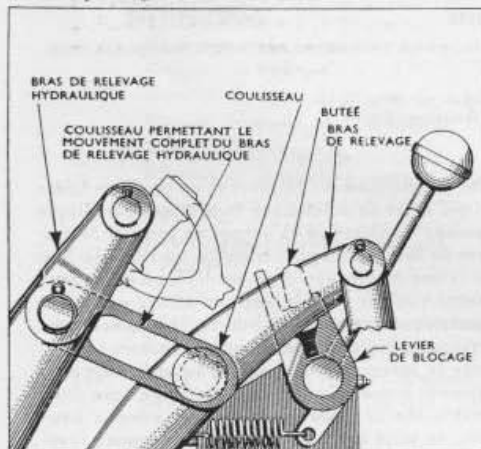
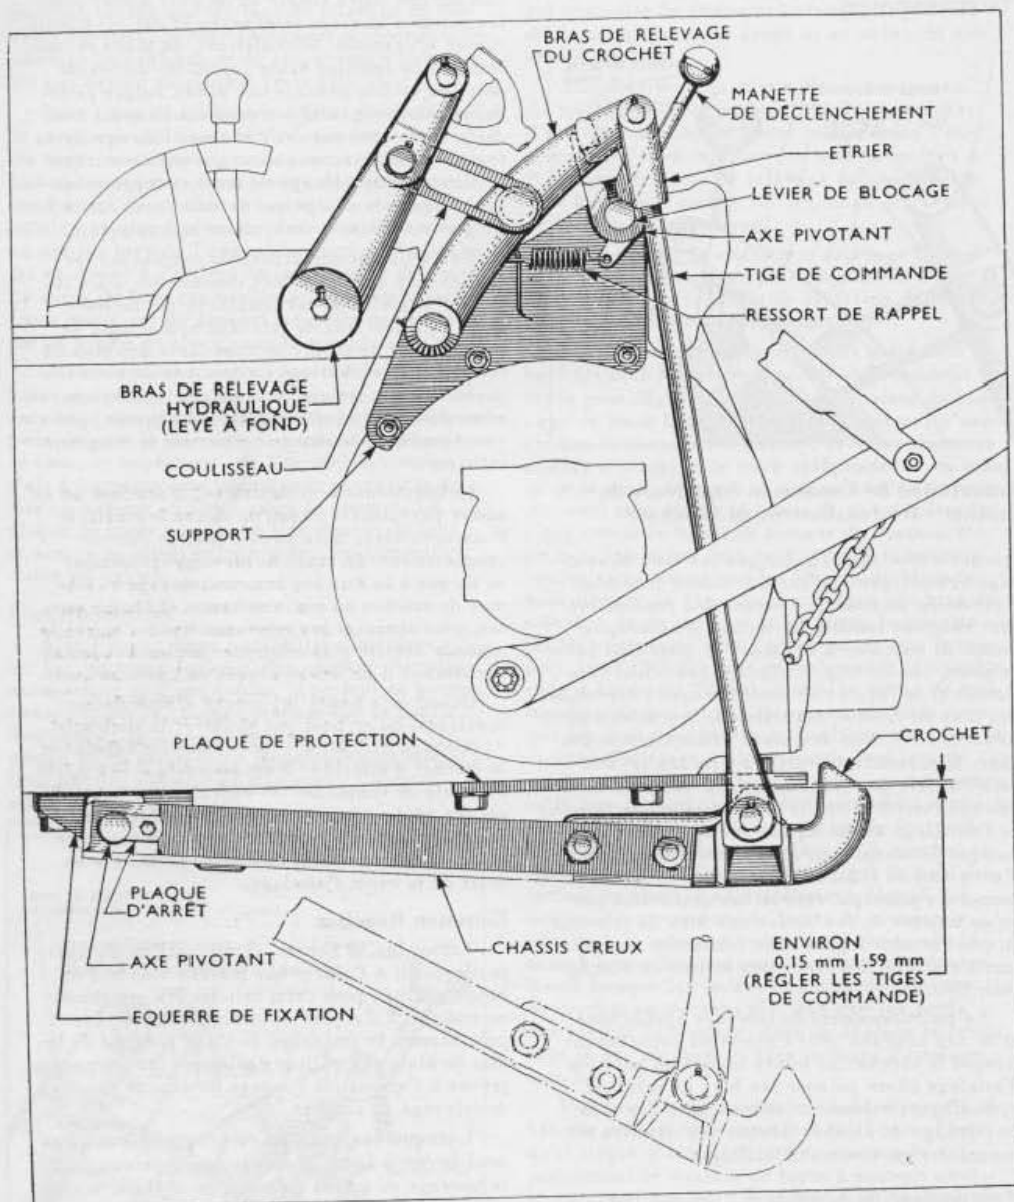

Fig. 2
Fig. 4
placent les bras de relevage hydraulique standards équipant les autres tracteurs. L'articulation par coulisseaux sur les bras de relevage du crochet permettent le fonctionnement indépendant du relevage hydraulique et de ses annexes lorsqu'on n'a pas besoin du crochet (voir FIG. 2).
crochet d'attelage. Tandis que les bras du relevage hydraulique tendent à atteindre leur point d'élévation maxima, les butées des bras du crochet viennent toucher les leviers de blocage; lorsqu'on continue à actionner le dispositif passé ce point, les leviers de blocage basculent vers l'avant et le ressort se tend. Lorsque l'élévation des bras du crochet est telle que les butées se trouvent au-dessus des bords des leviers de blocage, le ressort a tendance à tirer les leviers vers l'arrière pour les ramener en position de blocage (voir FIG. 4). Il est conseillé que le poids de l'outillage attelé repose sur un dispositif mécanique plutôt que sur le système hydraulique; c'est pourquoi il faut alors ramener le levier de commande principal vers le bas du secteur jusqu'au moment où les butées des bras de relevage du crochet sont logées dans les fentes que portent à cet effet les faces des leviers de blocage (voir FIG. 2).
Lorsque les bras de relevage hydraulique sont levés à fond, il doit toujours exister, entre le bossage du milieu du corps de châssis du crochet et le dessous de la plaque de protection, un jeu d'environ 1,59 mm (voir FIG. 4); il est conseillé de vérifier ce jeu lorsque le tracteur a servi pendant une période assez longue. Si ce jeu s'est trouvé supprimé ou s'il est trop important, on doit le rectifier en réglant également les étriers se trouvant sur les tiges de commande du crochet; se rappeler que déplacer les étriers d'un demi-
3. Dévisser, à chacune des brides de la trompette de pont, les trois écrous qu'il faut retirer pour pouvoir monter chacun des deux supports (voir FIG. 4); dévisser alors les goupions correspondants du carter de pont.
12. Enfoncer complètement l'ergot dans le trou prévu dans l'équerre de fixation de telle sorte qu'il fasse saillie sur la face de contact de l'équerre. Positionner l'équerre contre la face inférieure du carter de transmission arrière (voir FIG. 4), en introduisant l'ergot dans le trou prévu à cet effet à l'avant du carter. Aligner les trous de vis de l'équerre et du carter puis fixer l'équerre à l'aide des 4 vis de 41,3 mm équipées de rondelles grower.
13. Fixer la plaque de protection, la face plate tournée vers le bas et la face recourbée tournée vers l'arrière, sous le carter de transmission, derrière l'équerre de fixation, à l'aide de 4 vis avec rondelles grower (voir FIG. 4).
14. Positionner l'ensemble/croc sous le carter de pont, le croc étant tourné vers le haut; placer l'extrémité du châssis sur l'équerre de fixation; fixer à l'aide de l'axe pivotant introduit dans le trou du châssis et de l'équerre de telle sorte que l'extrémité chanfreinée de l'axe fasse saillie sur le côté gauche du châssis. Placer la plaque d'arrêt dans la gorge de l'axe pivotant puis la fixer au châssis à l'aide d'une vis avec rondelle grower (voir FIG. 4).
du corps du croc et la face inférieure de la plaque de protection (voir FIG. 4). Monter les tiges de commande du crochet sur les axes placés de chaque côté du corps du crochet; les bloquer à l'aide d'une rondelle plate et d'une goupille fendue. Vérifier que, lorsque les axes reliant les bras de relevage du crochet aux coulisseaux touchent les extrémités inférieures de ces derniers, les bras de relevage hydraulique sont levés à fond. (Voir FIG. 4). Visser les étriers sur les tiges de commande du crochet de telle sorte que les trous des étriers soient alignés avec ceux des bras de relevage du crochet, dans les limites prévues. **Ne pas modifier la position du croc.** Attacher les étriers aux bras